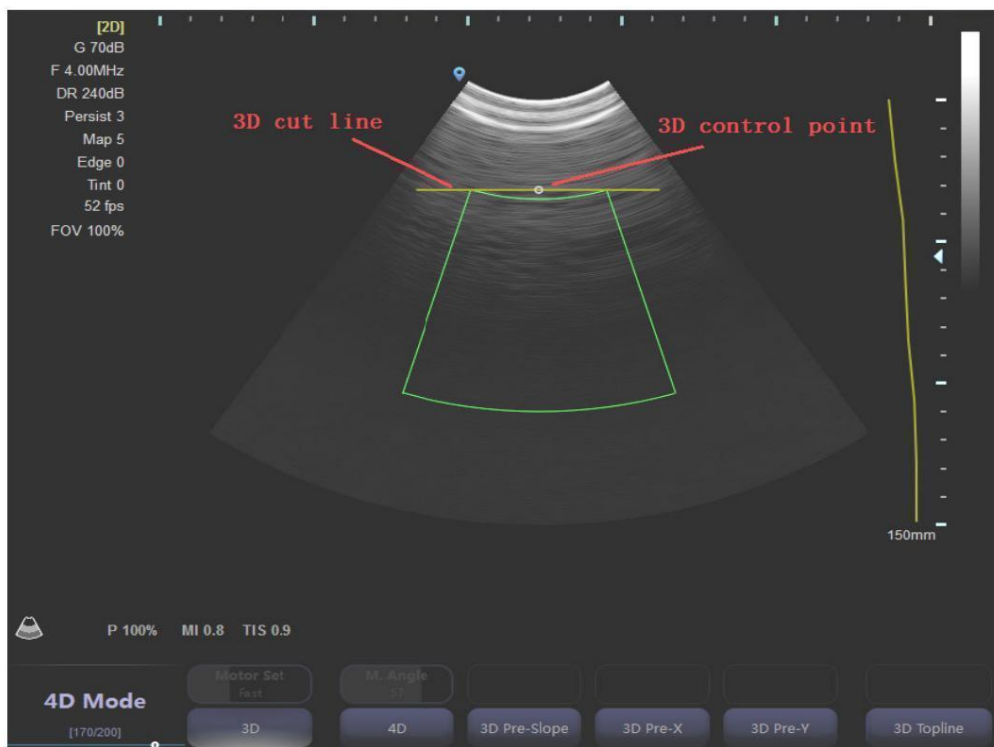

Figure 2.2 Interface de la ROI
- 4) En mode B temps réel, appuyez sur le bouton 4D (Figure 2.1) pour ouvrir l' interface de sélection de la zone d' intérêt ROI (Figure 2.2) ;
L' interface de la ROI s' affiche après avoir appuyé sur le bouton 4D (Figure 2.2) ; utilisez la boule de commande pour déplacer la fenêtre de ROI jaune, appuyez sur **【Set】** et faites tourner la boule de commande pour ajuster la taille de la fenêtre de ROI, puis appuyez une nouvelle fois sur **【Set】** pour valider. Faites tourner la boule de commande pour déplacer la fenêtre de ROI.